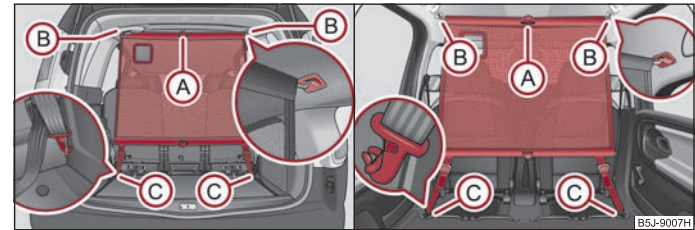

Fig. 61 Utilizarea plasei despărțitoare statice în spatele scaunelor din spate / în spatele scaunelor din față.
- Introduceți bara transversală în locașul ② pe o parte și apăsați bara în față. În același mod fixați bara pe partea cealaltă a autovehiculului, locașul ② ⇒ fig. 61.
- Prindeți carabinele ③ de la capetele centurii în inelele din spatele scaunelor din spate.
- Desprideți ceturile din ambele părți și desfaceți carabina ③ ⇒ fig. 61.
- Apoi scoateți bara transversală din locașele ②.
Montarea și demontarea plasei despărțitoare statice în spatele scaunelor din față ⇒ pagina 65, fig. 61 dreapta, se realizează în mod asemănător. Pentru prinderea carabinei folosiți inelele din spatele scaunelor din față. Pentru mărirea portbagajului, puteți demonta scaunele din spate.